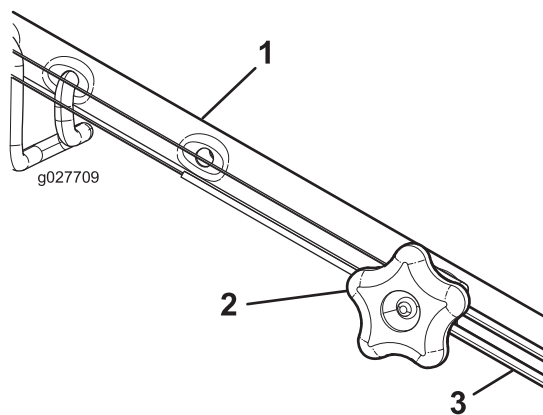

Figure 38
- Tournez le bouton de réglage dans le sens antihoraire pour desserrer le réglage du câble (Figure 38).
- Ajustez la tension du câble (Figure 38) en le tirant en arrière ou en le poussant en avant puis en le maintenant à cette position.